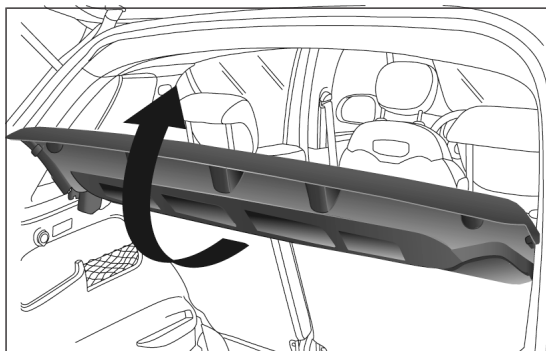

fig. 84
- soulever la partie arrière de la plage arrière en agissant tel qu'illustré en fig. 84 ;